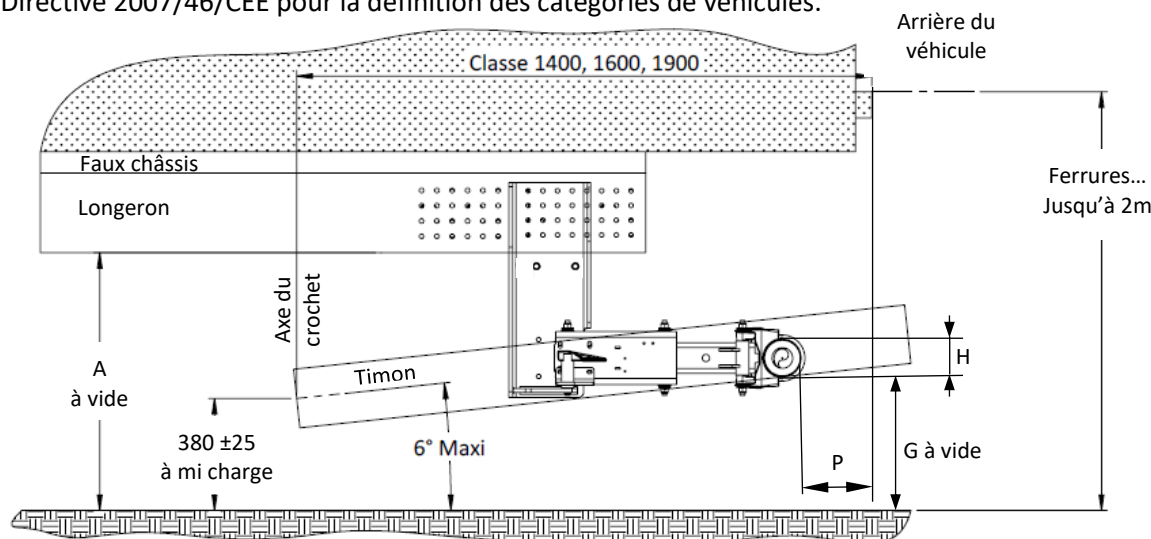

Figure 2
- Suspension hydraulique, hydropneumatique : $G \leq 450 \text{ mm}$ (voir figure 2) ou angle de fuite ne dépassant pas 8° avec un maxi à 550 mm .
- Autres suspensions : $G \leq 500 \text{ mm}$ (voir figure 2) ou angle de fuite ne dépassant pas 8° avec un maxi à 550 mm .
Le positionnement du dispositif d'anti-encastrement doit permettre le respect de la cote $G \leq 550$ (voir figure 2).
- Dans les conditions de manœuvre, l'angle de rotation doit pouvoir atteindre 90° de chaque côté du plan longitudinal du véhicule tracteur et l'angle d'inclinaison doit pouvoir varier de 0° à 6° (voir figure 2).
- P maxi en fonction de la barre (voir figure 2).
Mettre les bras en position route et s'assurer que les points de contact en rouge ci-dessous sont bien réalisés. Vérifier le respect des cotes G, P et 100 maxi suivant les figures 2 et 3.